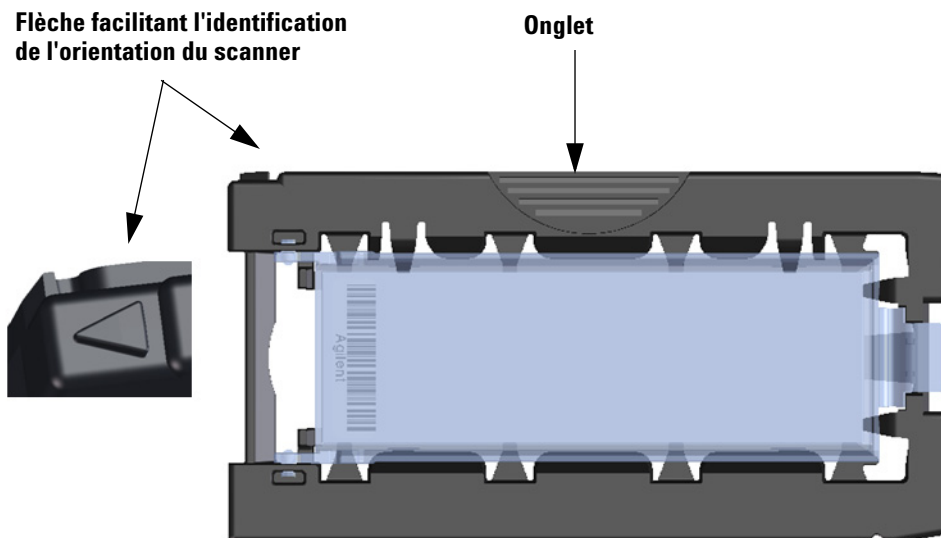

Figure 43 Le porte-diapositive vous aide à insérer correctement les diapositives
- 2 Saisissez le porte-diapositive en le tenant par l'onglet. La flèche au-dessus des points du porte-diapositive est orientée vers la gauche lorsque vous soulevez correctement le porte-diapositive. Voir la section Figure 43.